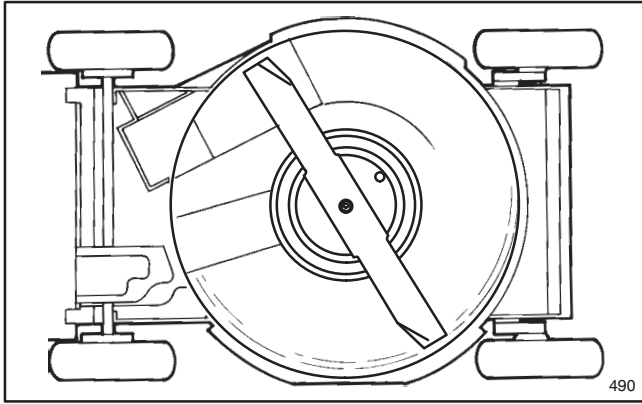

Figure 29
3. Basculer la tondeuse sur le côté gauche (Fig. 29). Eviter de faire tourner la lame, pour ne pas provoquer de problèmes de démarrage.